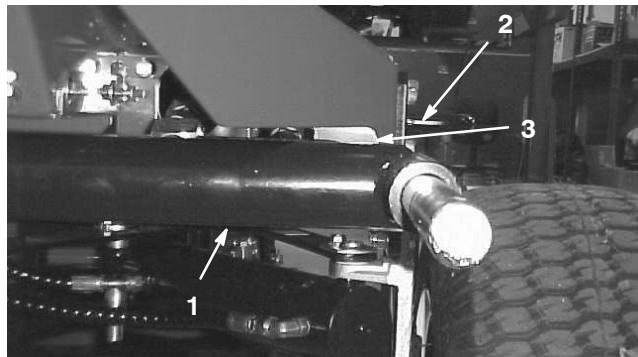
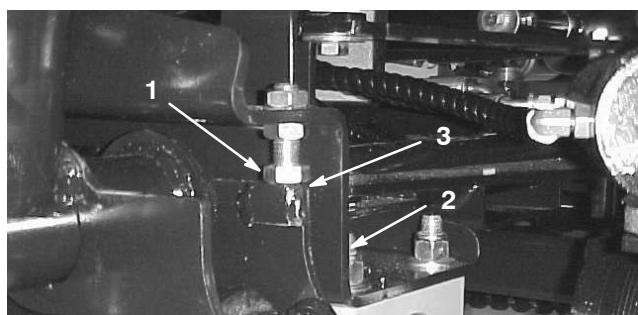
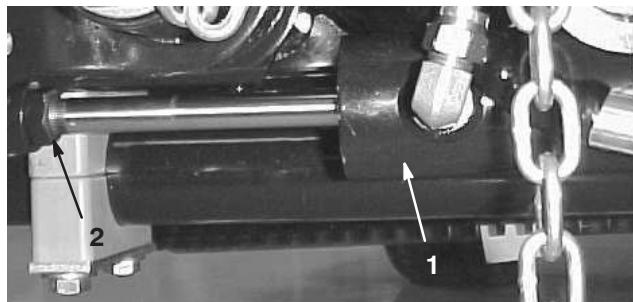

Figure 6
Figure 7
Figure 8
- Mettez le moteur en marche, relevez les plateaux de coupe et vérifiez si l'écartement entre chaque bras de relevage et le support de la plaque de plancher est compris entre 5 et 8 mm (Fig. 6). Si ce n'est pas le cas, reculez les boulons d'arrêt (Fig. 7) et réglez le vérin de manière à obtenir l'écartement voulu. Pour régler le vérin, reculez l'écrou de blocage sur le vérin (Fig. 8), retirez l'axe à l'extrémité de la tige et tournez la chape. Remettez l'axe et vérifiez l'écartement. Répétez la procédure au besoin. Resserrez l'écrou de blocage de chape.
- Vérifiez que l'écartement entre chaque bras de relevage et le boulon d'arrêt est de 0,13–1,02 mm (Fig. 7). Si ce n'est pas le cas, réglez les boulons d'arrêt de manière à obtenir l'écartement voulu.